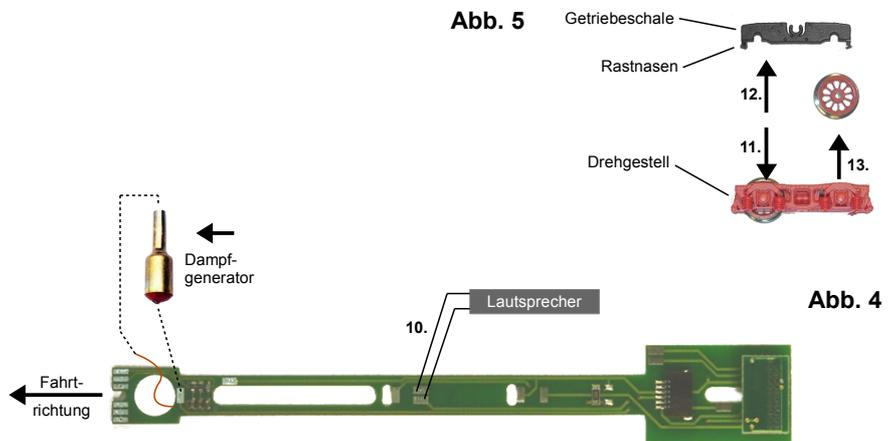

Abb. 4
5. Dampfgenerator von unten in die hierfür vorgesehene Aussparung im Kesselgewicht stecken und auf Leiterplatte wie in Abb. 4 löten
10. Drähte (2x ca. 60 mm) an Lautsprecher löten, unter Kesselgewicht führen und auf Leiterplatte (siehe Abb. 4) löten